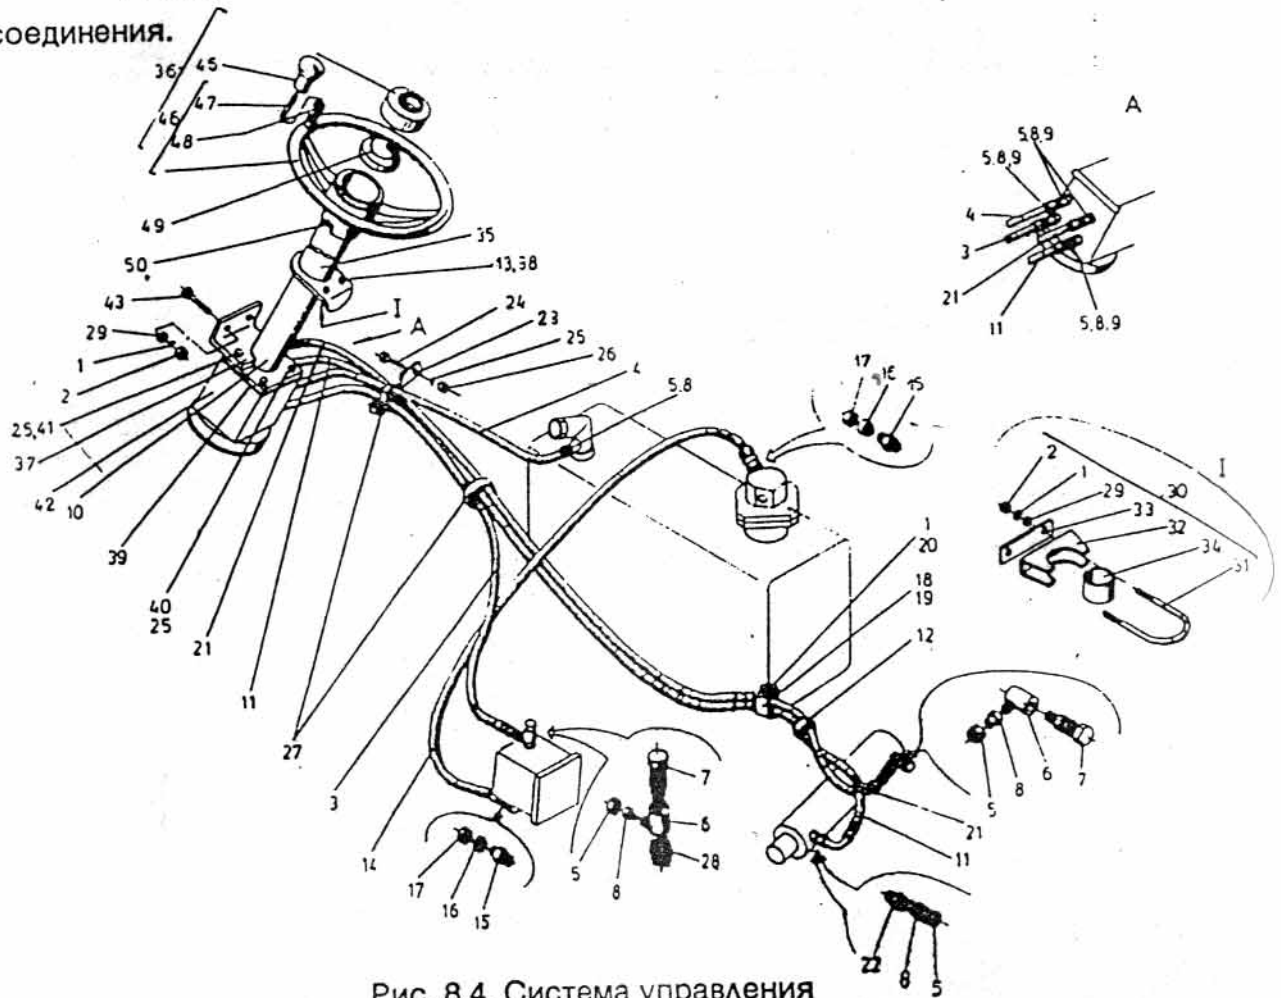

Рис. 8.4. Система управления
- Развинтить накидные гайки 5 /рис. 8.4./ и освободить гибкие соединения.
- Развинчиваются болты 41 /рис. 8.4/ и колонна снимается с шасси.
- Развинчиваются болты 40 /рис. 8.4/ и гидростатическое рулевое управление 42 отделяется от рулевой колонки 10.